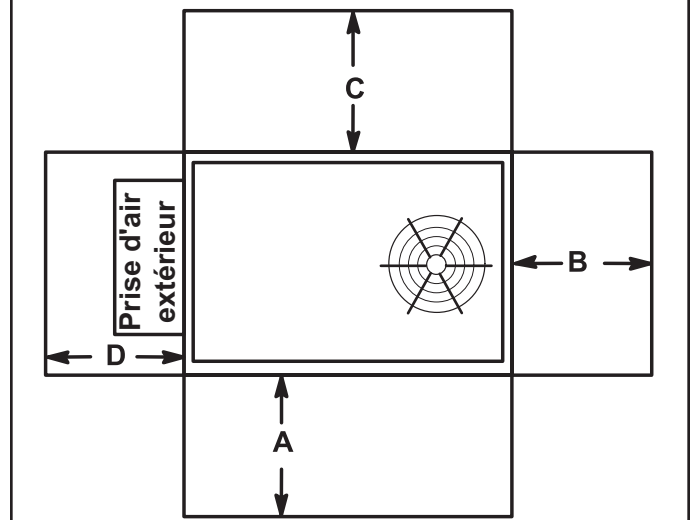

FIGURE 1
Reportez-vous aux dégagements de l'unité à la FIGURE 1.
L'unité LHX est homologuée ETL/CSA comme thermopompe avec climatisation et avec ou sans chauffage électrique auxiliaire pour les installations extérieures uniquement avec les dégagements par rapport aux matériaux combustibles indiqués sur la plaque signalétique de l'unité et à la FIGURE 1.
- 2 - Les dégagements d'installation spécifiés doivent être respectés lors de l'installation de l'unité. Reportez-vous à la FIGURE 1.